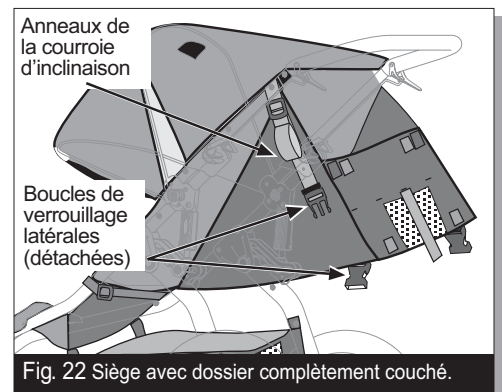

Fig. 22 Siège avec dossier complètement couché.
Pour incliner complètement le dossier, détachez les boucles de verrouillage latérales derrière le dossier (Fig. 22).
**⚠ AVERTISSEMENT : Lorsque le siège est complètement incliné (Fig. 22), il y a plus de risque que la poussette bascule vers l'arrière, ce qui peut entraîner un accident ou des blessures car le siège et (ou) l'occupant pourraient heurter le sol avant le guidon.**